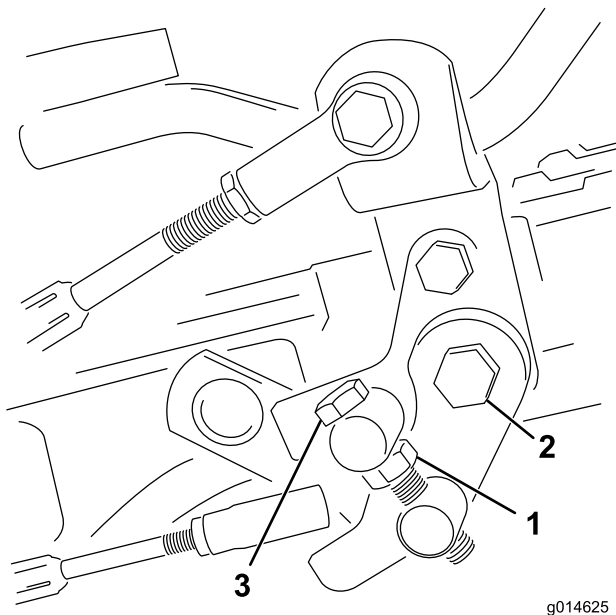

Bild 49
1. Lösen Sie die Klemmmutter an der Drehzapfenkopfschraube (Bild 49).
4. Ziehen Sie die Sicherungsmutter an der Drehzapfenkopfschraube und die Mutter am Pedalgelenk fest, um die Einstellung zu arretieren (Bild 49). Prüfen Sie die Einstellung und nehmen Sie ggf. eine weitere Einstellung vor.